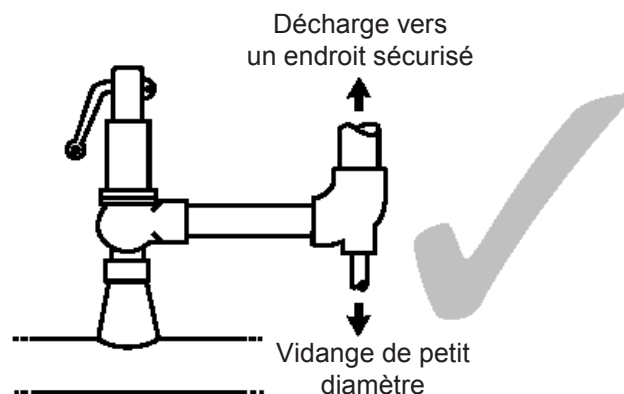

Fig. 5
- 6.8 Pour la vapeur ou l'air, la ligne de décharge doit être verticale et munie d'une vidange de petit diamètre pour éviter l'accumulation d'eau dans la ligne de décharge (Fig. 5). Cette ligne de décharge doit être dirigée vers un endroit sécurisé où il n'y a aucun risque.